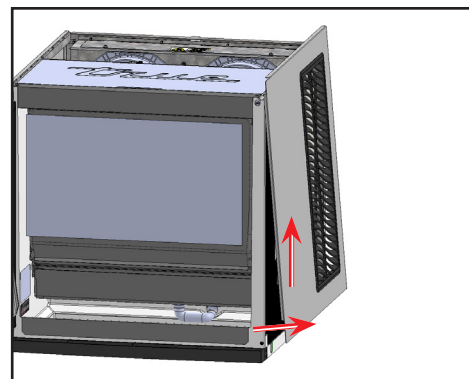

Fig. 6. Estrarre il pannello dalle linguette aderenti e poi sollevarlo.
4. Estrarre il pannello laterale dai dispositivi di fissaggio inferiori. Quindi, sollevare il pannello laterale. Si veda la Fig. 6.